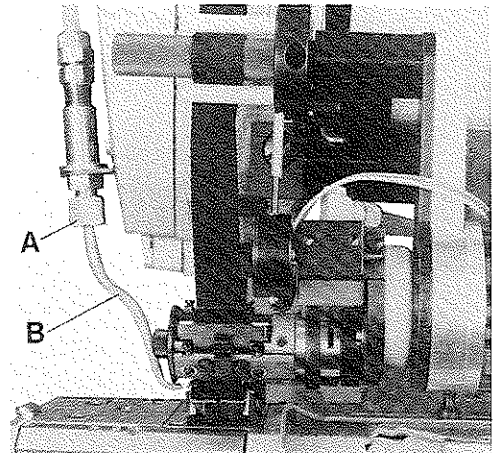

Fig.45
If adjustment is required loosen nut (A, Fig. 45) and turn the air pipe (B) as required. Retighten nut.
Ist eine Einstellung notwendig, lösen Sie die Mutter (A, Fig. 45) und drehen das Luftrohr (B) nach Bedarf. Ziehen Sie die Mutter wieder an.